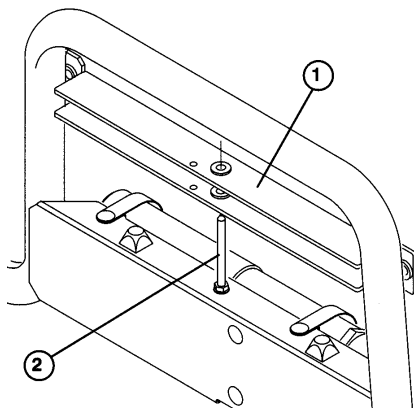

Fig. 16
2. Togliere il supporto del pianale dalla colonnetta sopra il profilato di supporto dello schienale del Workman (Fig. 16).